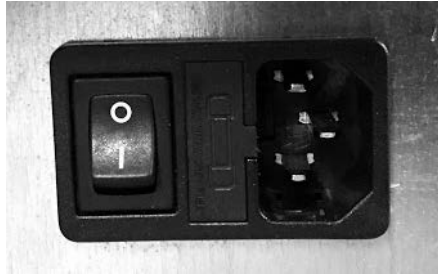

Fig. 42 - Toma de corriente con interruptor general
- Conectar el cable de alimentación primero en la parte posterior de la estufa (véase **Fig. 42**) y después en una toma de corriente en la pared.
- El interruptor general 0/I (véase **Fig. 42**) tiene que ser activado sólo para encender la estufa, en caso contrario es aconsejable dejarlo apagado.